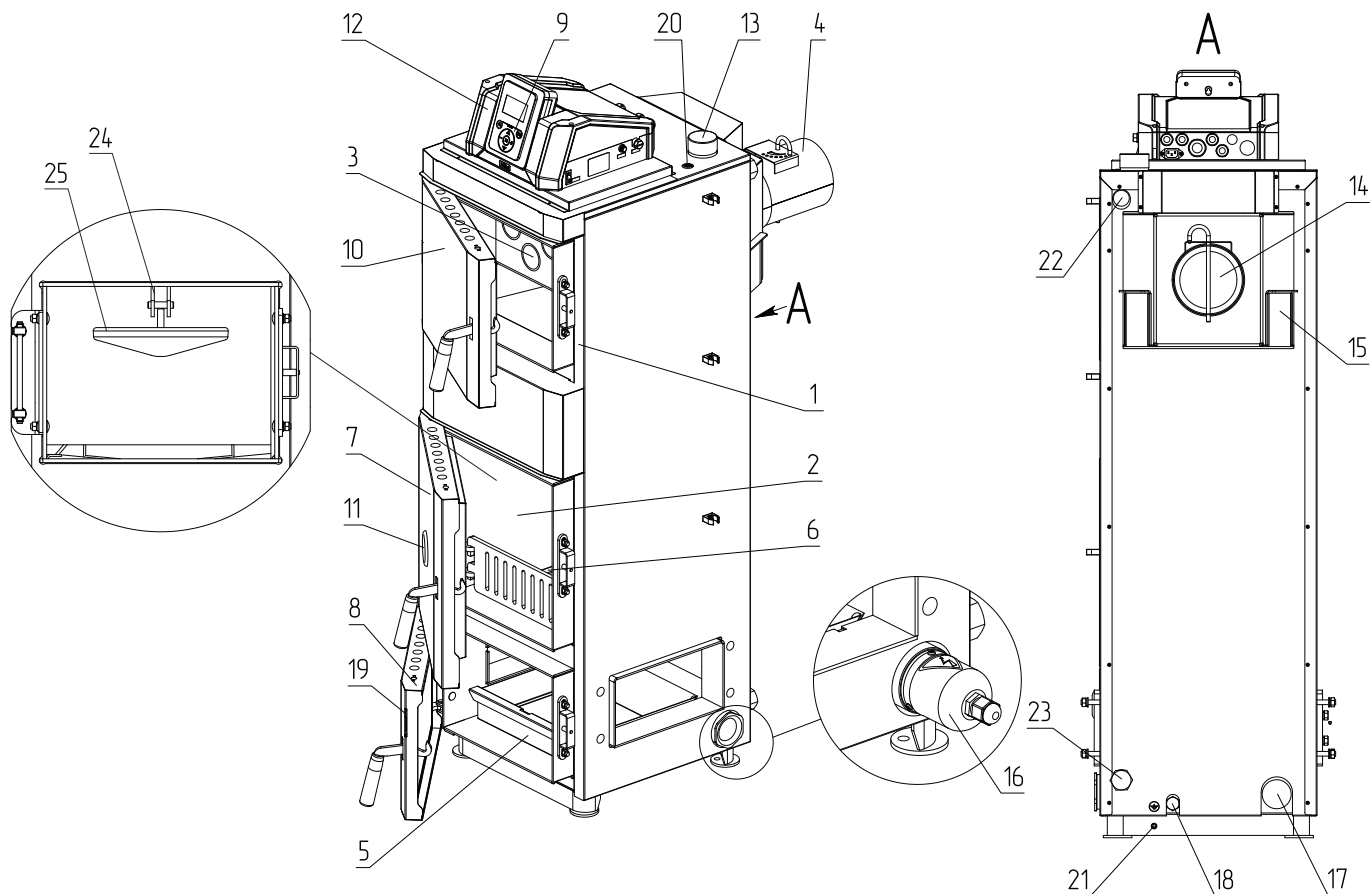

Рис.2 Конструкция теплообменника котла ZOTA Pellet S
- Эксплуатировать котел без установленного зольного ящика (**Рис.2, поз.5**);
3. Открыть загрузочную дверцу (**Рис.2, поз.7**);
4. Открыть дверцу зольника (**Рис.2, поз.8**) и вынуть заглушку окна пеллетной горелки;